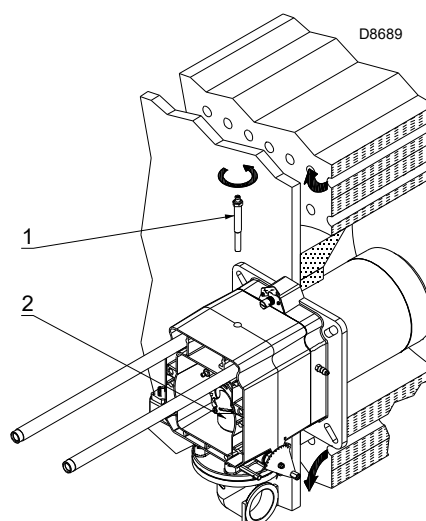

Fig. 12
- togliere la vite 1)(Fig. 12);
- estrarre la parte interna 2)(Fig. 12) della testa e provvedere alla loro taratura.